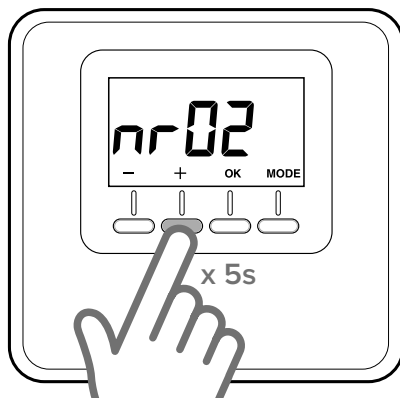

Fig. 15
- Apăsăți timp de 5 secunde tasta “+” de pe senzorul de mediu. Ecranul arată parametrul “nr02” (Fig. 15).